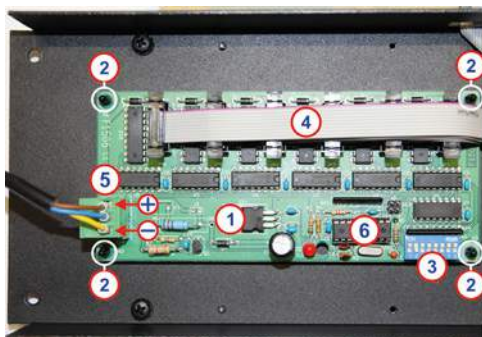

Abb. 7 Ersetzen einer neuen FC DRIVER-Platine.
6. Ein ganzes Anzeigemodul schaltet sich nicht ein	<p>Bleibt das Modul beim Einschalten völlig ausgeschaltet, ist folgendes zu prüfen:</p> <ul style="list-style-type: none"> (a) die Unversehrtheit der Verbindung des Moduls zum Versorgungsmodul, auf der Rückseite der Anzeigetafel. <p>Versuchen, das Modul an ein anderes Kabel anzuschließen, das aus dem Versorgungsmodul heraustritt.</p> <ul style="list-style-type: none"> (b) Wenn das Modul sich einschaltet, das Kabel des Versorgungsmoduls ersetzen. <p>Das Modul öffnen (siehe Kap. 9.3); folgendes prüfen:</p> <ul style="list-style-type: none"> (c) die Unversehrtheit der Verbindungen; (d) leuchtet bei der Steuerplatine (FC DRIVER) das LED mit fixem Licht, so ist die Steuerplatine zu ersetzen (Kap. 9.5). <p>Mit einem Multimeter, die Spannung zwischen den Versorgungsklemmen der FC DRIVER-Platine messen (Abb. 7).</p> <ul style="list-style-type: none"> (e) Spannung > +20V_{GS} →, die FC DRIVER-Platine ersetzen (Kap. 9.5). (f) Spannung < +20V_{GS} →, das Kabel des Moduls ersetzen.